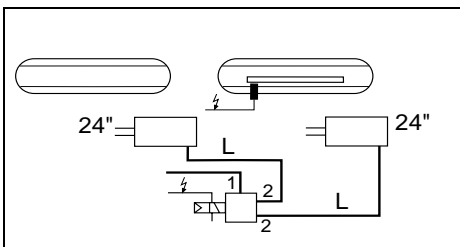

Abb. 5
Die Leitungslänge zwischen ABS-Relaisventil und Bremszylinder soll möglichst kurz, maximal 2,5 m, sein. Werden zwei Bremszylinder von einem ABS-Relaisventil angesteuert, sind beide Arbeitsanschlüsse (2) mit gleichlangen Leitungen zu den Bremszylindern zu versehen (Abb. 5). Die Nennweite sollte zwischen 9 mm und 11 mm liegen. Die Vorratsleitungen zu den ABS-Relaisventilen (Anschluss 1) sollten eine möglichst große Nennweite ($NW \geq 9 \text{ mm}$) haben.